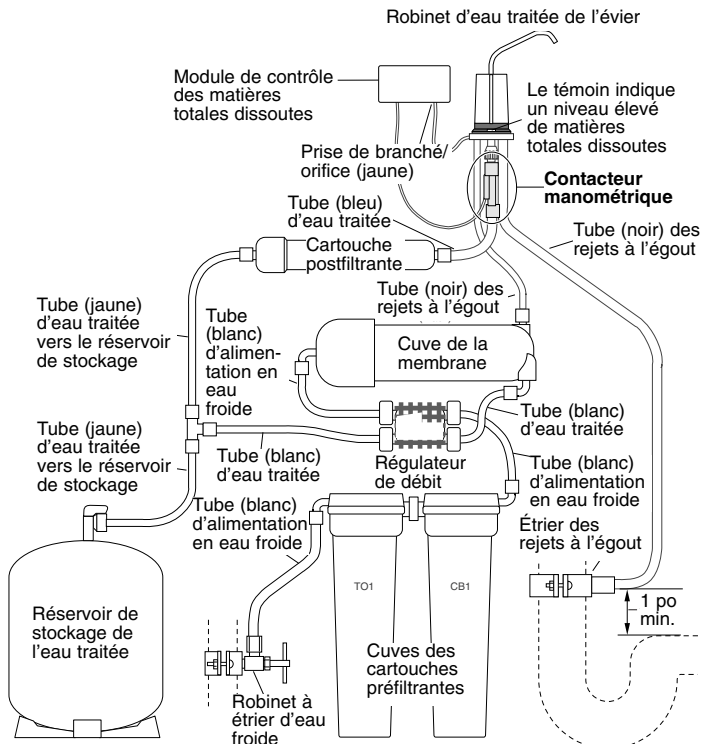

Figure 6 : Branchement des tubes ; modèle équipé du module de contrôle des matières totales dissoutes
- Visser le contacteur débitmétrique blanc sur l'extrémité du robinet (se reporter à la Figure 6).